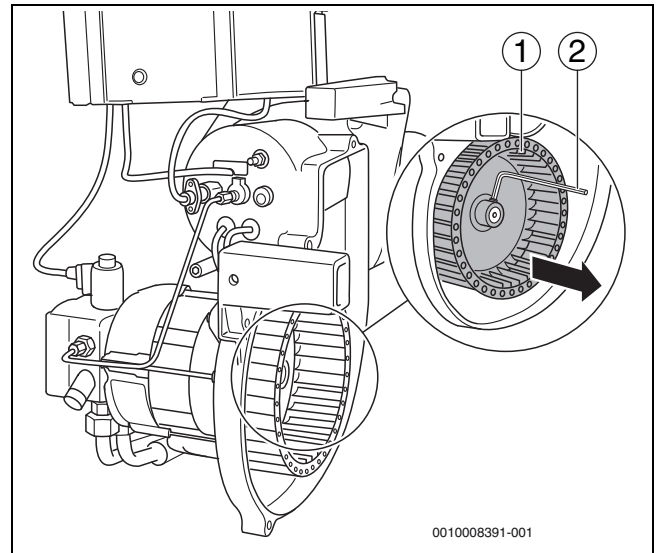

Bild 34 Gebläserad prüfen, gegebenenfalls reinigen
- Gebläserad (→ Bild 34, [1]) mit einem Innensechskantschlüssel (→ Bild 34, [2]) lösen und von der Welle ziehen.
- Gebläserad (→ Bild 34, [1]) wieder montieren.